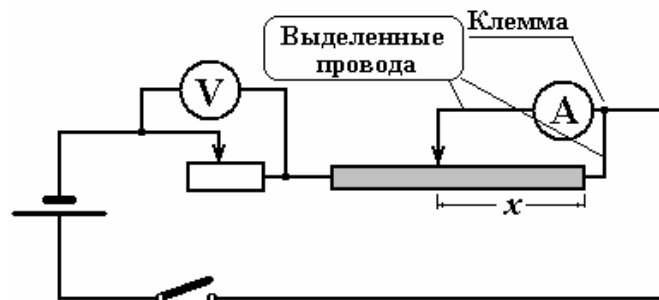

Рис. 2
**3.1.** Соберите схему, показанную на рис. 2.